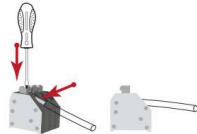

Bild 2
2. Siehe Abbildung 2, drücken Sie den Knopf mit dem Schraubendreher nach unten.